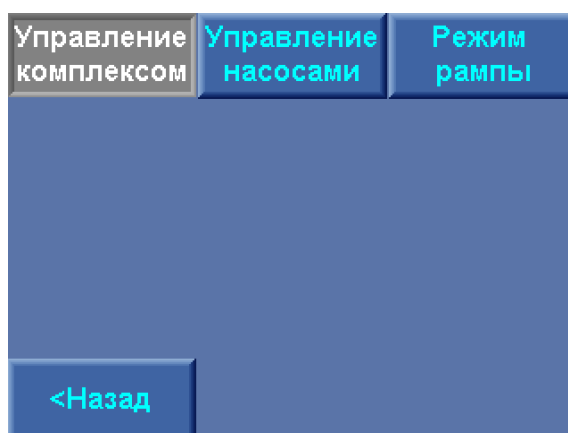
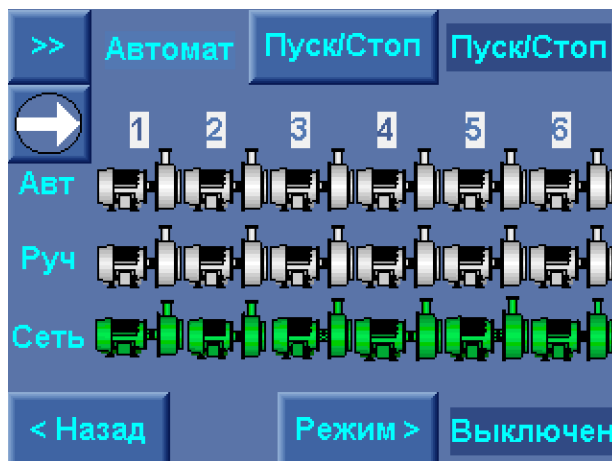

Рис. 9.1. Меню Управление комплексом
Рис. 9.2. Меню Управление насосами
Меню предназначено для перехода к меню управления режимами работы насосов и тестового пуска насосов в режиме рампы. Внешний вид меню представлен на рис. 8.1. Переход к меню производится из Меню перехода (рис. 9.1) касанием («нажатием») клавиши «**Управление**».
Из меню рис. 9.1 производится переход:
Управление режимами работы насосов и их прямой пуск от сети производится в меню Управление насосами. Переход в меню производится без пароля доступа нажатием клавиши «**Управление насосами**» меню Управление комплексом (рис. 9.1). Меню Управление представлено на рис. 9.2.
Переход к меню производится без пароля доступа нажатием клавиши «Режим рампы» меню Управление комплексом (рис. 9.1).
1) Выбрать порядковый номер насоса из числа индицируемых насосов в строке «Вкл». В случае, если переключатель «Режим» выбранного насоса находится в положении «Авт.» (рис. 6.1), а его символ не индицируется в строке «Вкл» экрана меню Рампового пуска, необходимо в меню Управления насосами (рис. 9.2) установить режим выбранного насоса «Авт», или последовательно установить переключатель «Режим» этого насоса в положение «0», затем – «Авт» (рис. 6.1), произведя тем самым сброс виртуального отключения насоса из режима автоматического регулирования.
Для перехода в меню индикации показаний датчиков (рис. 8.11) необходимо последовательным нажатием клавиши «Параметр >>>» меню Рамповый пуск (рис. 9.2) в стеке параметра установить значение «Датчики», после чего нажать клавишу «Выбрать».